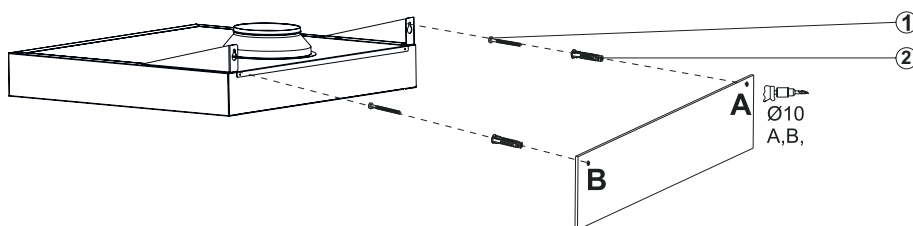

Fig. 7
Rawplugs skal (2) til hullerne i punkt A og B og sæt skruerne i. (1) .Afstanden mellem skruehovedet og væggen skal være 5mm (Fig. 7).